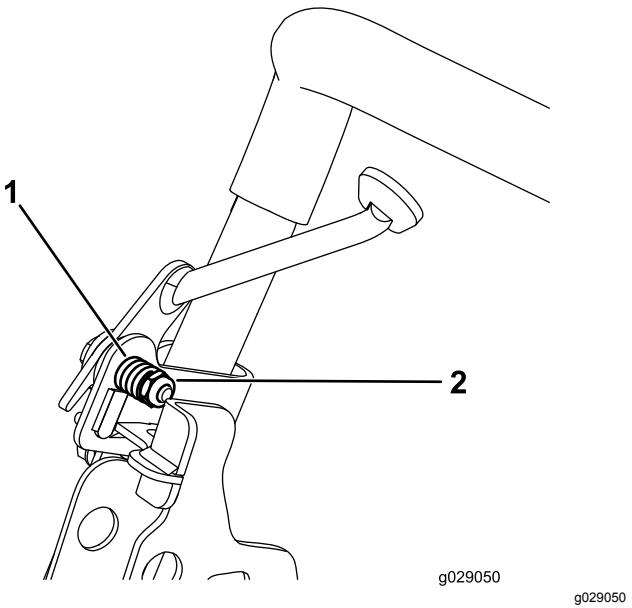

Figura 9
6. Apriete la tuerca del muelle del acelerador hasta que el muelle esté comprimido del todo, luego aflojela 1/2 vuelta. A ralentí alto, la palanca del acelerador no debe moverse; si se mueve, apriete un poco la tuerca del muelle del acelerador (Figura 9).